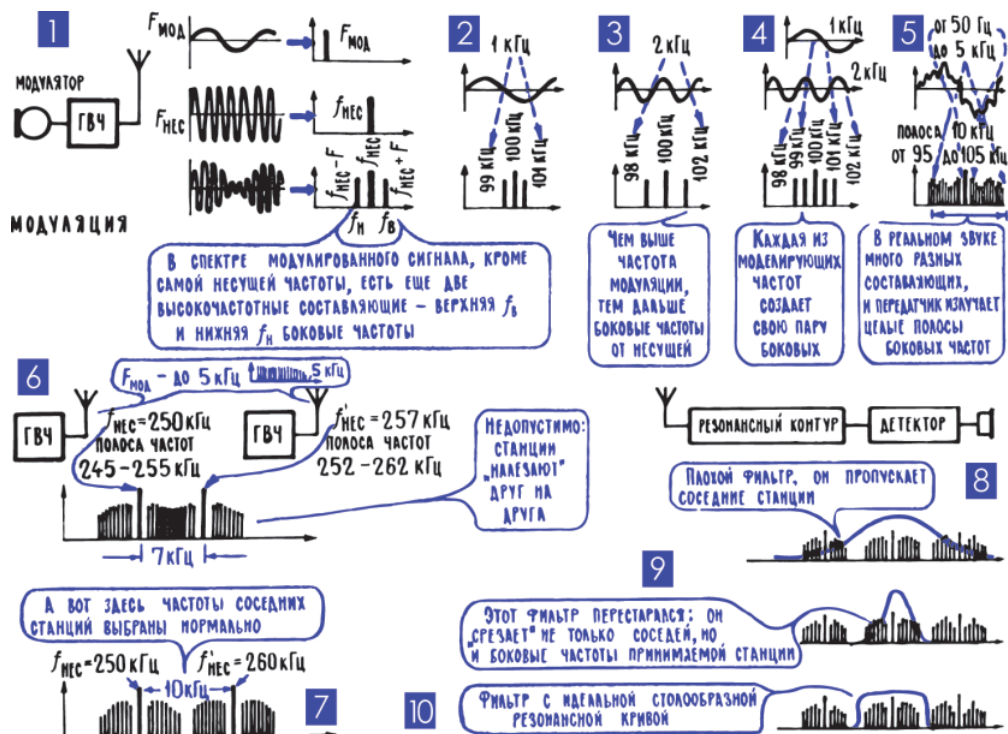

Рис. 13.4. Модуляция сигналов
**7. В спектр модулированного сигнала входят составляющие несущей частоты и двух боковых частот (частотных полос).** Пока нет модуляции, ток в передающей антенне – чисто синусоидальный ток. Но как только начнется модуляция, он уже перестает быть синусоидой в результате медленного изменения амплитуды (в процессе модуляции) высокочастотного тока, форма его несколько искажается. Короче говоря, модуляция есть процесс нелинейный, и в спектре модулированного сигнала появляются новые составляющие (гл. 8; 11). Математический анализ и точные измерения показывают, что эти составляющие появляются обязательно парами и что их частоты чуть выше и чуть ниже основной, или, как ее называют, несущей, частоты  $f_{нес}$ . При этом верхняя боковая частота  $f_в$  и нижняя боковая частота  $f_н$  отличаются от несущей ровно на частоту модуляции  $F$  (рис. 13.4).
Две боковые составляющие с частотами  $f_{\text{В}}$  и  $f_{\text{Н}}$  появляются в том случае, когда высокочастотный ток модулируется одним чисто синусоидальным низкочастотным сигналом. Если же таких модулирующих сигналов несколько, то каждый из них создаст свою пару боковых частот (рис. 13.4; 4). Реальный звуковой сигнал состоит из большого числа синусоидальных составляющих (гл. 7; 13), и при модуляции появляются целые полосы боковых частот (рис. 13.4; 5). Причем граничные боковые частоты – самая низкая из низших  $f_{\text{Н мин}}$  и самая высокая из верхних  $f_{\text{В макс}}$  – определяются высшей модулирующей частотой  $f_{\text{макс}}$ . Так, например, если несущая частота 100 кГц, а низкочастотный модулирующий сигнал имеет спектр от 200 Гц до 3 кГц (спектр речи), то получается  $f_{\text{В макс}} = 103 \text{ кГц}$  и  $f_{\text{Н мин}} = 97 \text{ кГц}$ . А если ту же несущую модулировать сигналом, спектр которого 50 Гц – 10 кГц (спектр музыки), то получаются уже такие граничные боковые частоты – верхняя  $f_{\text{В макс}} = 100 \text{ кГц}$  и нижняя  $f_{\text{Н мин}} = 90 \text{ кГц}$ .
сы частот зависит от того, каким сигналом модулирован высокочастотный ток: она равна удвоенной наивысшей частоте модуляции  $F_{\text{макс}}$ . В частности, при передаче речи (первый пример, полоса  $\Delta F = 6$  кГц) передатчик излучает более узкую полосу частот, чем при передаче музыки (второй пример, полоса  $\Delta F = 20$  кГц). Все это значит, что фильтр, который будет выделять нужную станцию, должен пропустить к детектору не только несущую частоту, но все боковые частоты, весь спектр модулированного сигнала, всю полосу частот, излучаемых передатчиком (рис. 13.4; 9, 10). И еще один вывод: нельзя назначать радиостанциям очень близкие рабочие частоты, нужно раздвигать несущие частоты так, чтобы спектр одного передатчика не налезал на спектр другого (рис. 13.4; 6, 7). Именно поэтому на некоторых диапазонах, не мешая друг другу, может работать очень много станций, а на других диапазонах мало.